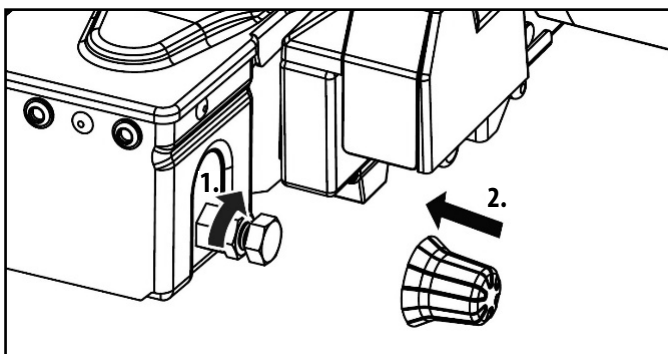

Figura 16: Regolazione dell'aggancio rapido
- Stringere il controdado (figura 16).